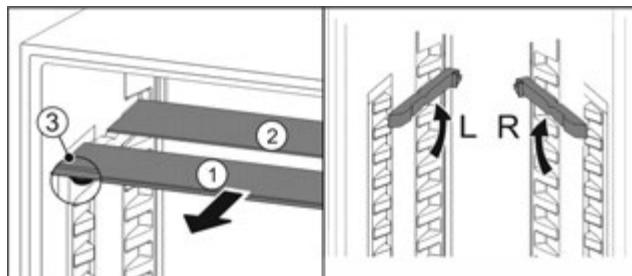

Fig. 72
- ▶ Посуньте Fig. 72 (1) скляну панель вперед.
- ▷ Скляна панель Fig. 72 (1) з декоративною планкою лежить спереду.
- ▶ Стопори Fig. 72 (3) показують вниз.